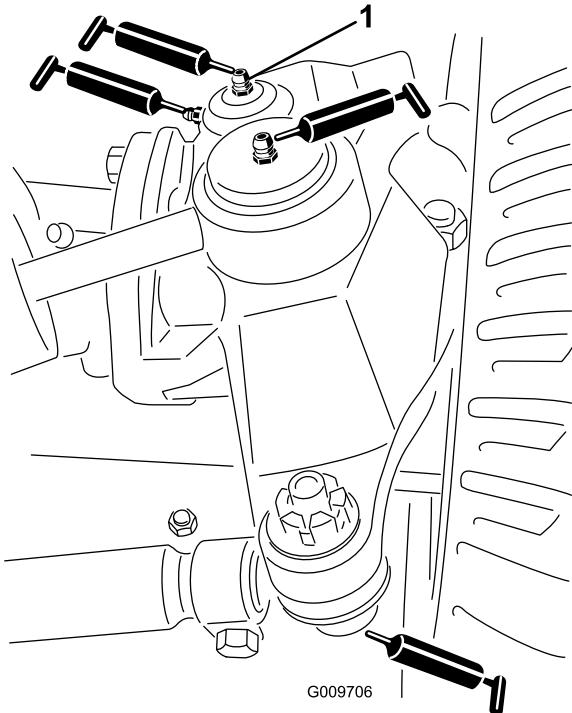

Figure 66
- Rotules de vérin de direction (2) (Figure 66)
- Rotules de biellettes (2) (Figure 66)
- Bagues de pivots de fusées (2) (Figure 66). **Le graisseur supérieur du pivot de fusée ne doit être lubrifié qu'une fois par an (2 injections de graisse).**